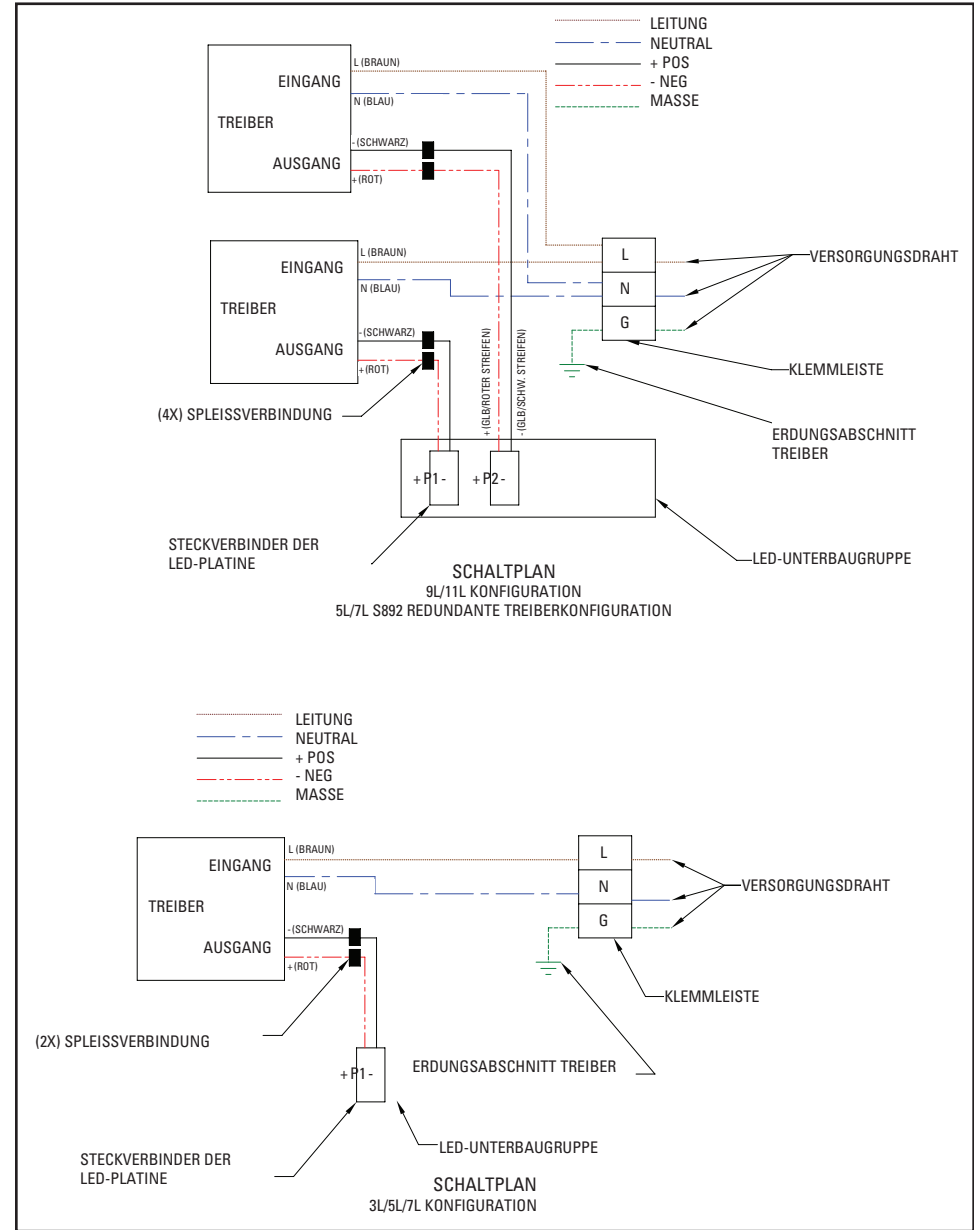

ABBILDUNG 2b
4. Versorgungsdrähte gemäß beigefügtem Schaltplan mit den Leuchtenkabeln oder der Klemmleiste anhand mit sämtlichen einschlägigen Vorschriften übereinstimmender Methoden verbinden. Siehe Abbildung 2b. Ziehen Sie alle elektrischen Verbindungen fest.
5. Schließen Sie das Treibergehäuse über dem Abdeckmodul, und stellen Sie dabei sicher, dass sich alle Kabel sicher innerhalb des Treibergehäuses befinden. Unverlierbare Verschlusschraube anziehen auf 30 in.-lbs. (3,4 N-m). Sicherstellen, dass sich die zwei (2) Anlötlote auf dem Treibergehäuse in Kontakt mit dem Abdeckmodul befinden.